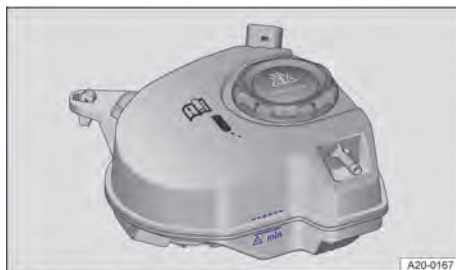

Fig. 189 En el vano motor: marca en el depósito de expansión del líquido refrigerante del motor (representación esquemática).
1. Con el motor frío, compruebe el nivel del líquido refrigerante en las marcas laterales del depósito de expansión → fig. 189.
4. El nivel del líquido refrigerante deberá encontrarse entre las marcas del depósito de expansión → fig. 189.